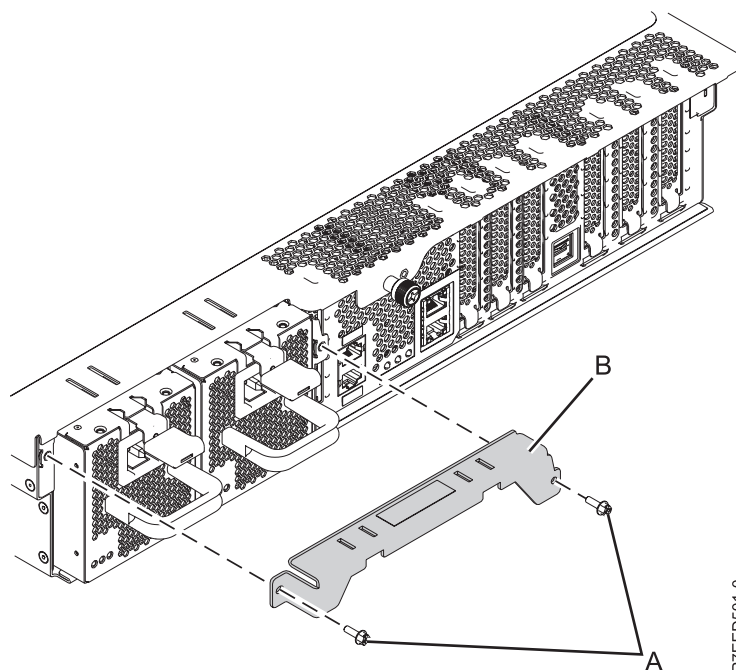

Figura 20. Extracción de la abrazadera de envío
1. Extraiga la abrazadera de transporte de la fuente de alimentación (si está presente). Asegúrese de que se hayan restaurado las fuentes de alimentación, tal como muestra la Figura 20.